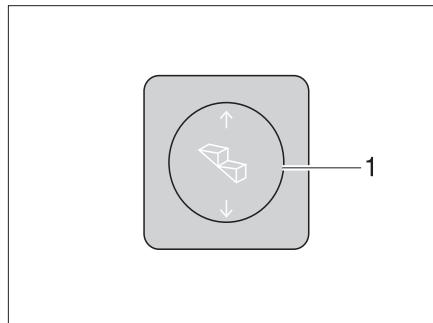

Fig. 8 Interruttore di comando scalino di ingresso
*Estrazione:* □ Premere in basso l'interruttore a bilico (Fig. 8,1) fino a che lo scalino di ingresso è stato completamente estratto.
*Inserimento:* □ Premere in alto l'interruttore a bilico (Fig. 8,1) fino a che lo scalino di ingresso è completamente inserito.